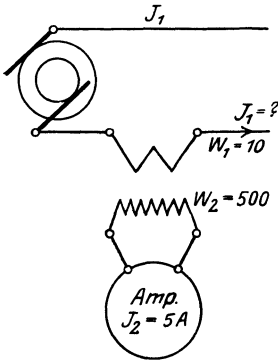

Abb. 144.
275. Welcher Strom fließt durch die primäre Wicklung eines durch ein Amperemeter sek. kurzgeschlossen Transformators (auch Stromwandlers genannt), wenn dasselbe 5 [7] (4) A anzeigt und $w_1 = 10$ [20] (25), $w_2 = 500$ [400] (250) Windungen ist? (Abb. 144.)